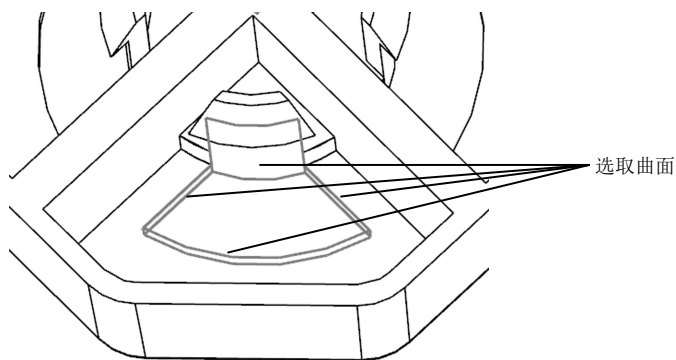

图 3-9 选取曲面
(15) 采用相同的方法，拆分其他 3 个扣位的曲面。
(16) 在【检查区域】对话框中选取“区域”选项卡，选中“☒型腔区域”单选框，单击“选择区域面”按钮, 选取小孔的侧面与扣位中间部分的曲面，如图 3-9 所示。